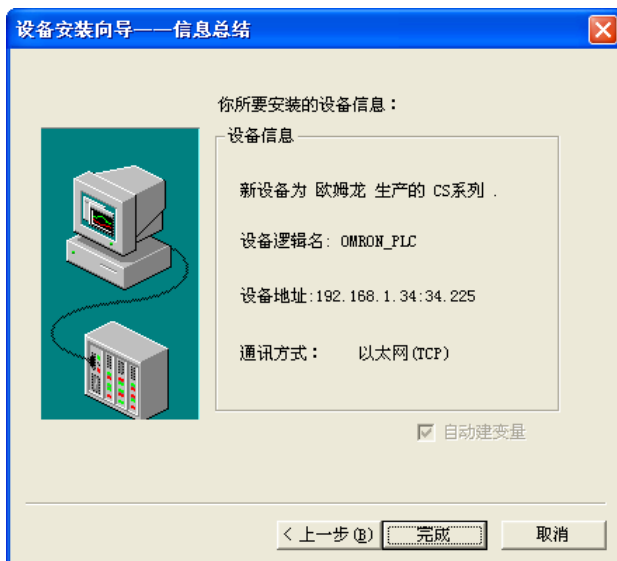

图 6.32 设备配置信息总结
- 单击“上一步”修改配置，单击“下一步”弹出设备配置向导——“信息总结”，如下图 6.32 所示。